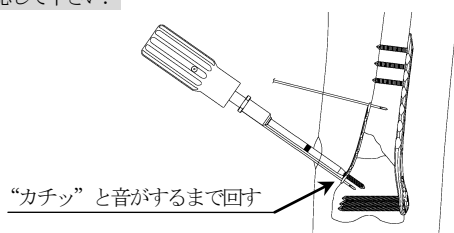

図 25
- 6) ヘクスロープ 25 パワービンドライバーの後端にトルクリミッターハンドル 4.0N・m を接続し、軸芯を傾けないよう選択した長さの 5.0 ロッキングスクリューを挿入します。(図 25)